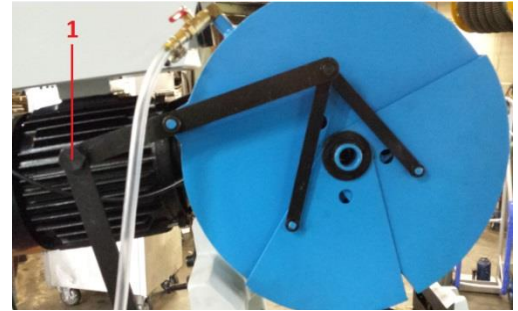

Fig. 13
1. Verwijder de bout (1, fig.13) waarmee de beugel vastzit, zodat de beschermkap open kan.